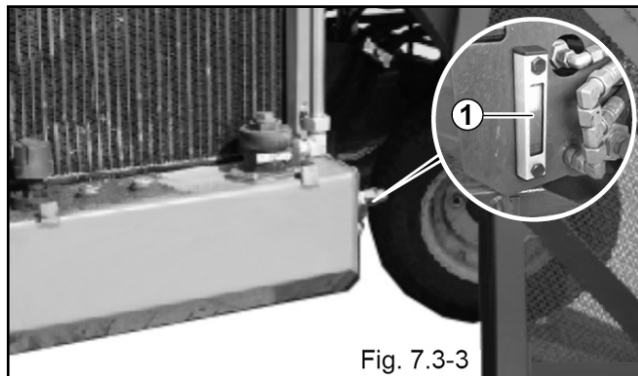

Fig. 7.3-3
Zbiornik oleju wbudowany jest w ramę i znajduje się z lewej strony maszyny (rys. 7.3-3). Poziom oleju hydraulicznego można odczytać na wskaźniku stanu napełnienia (1) z prawej strony na zbiorniku.